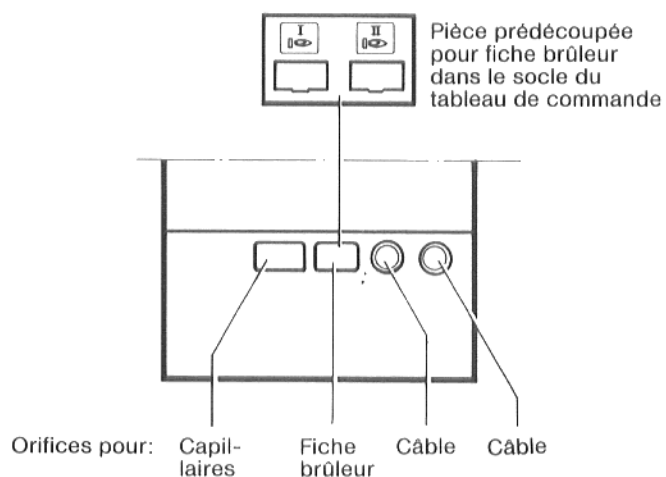

Fig. 11
● Faire passer vers le bas les capillaires à travers l'orifice carré à gauche du socle du tableau de commande et du capot chaudière (Fig. 11).
8. Emboîter par le haut la prise pour la fiche brûleur dans l'orifice pour la fiche brûleur du socle du tableau de commande (Figs. 11 et 14).